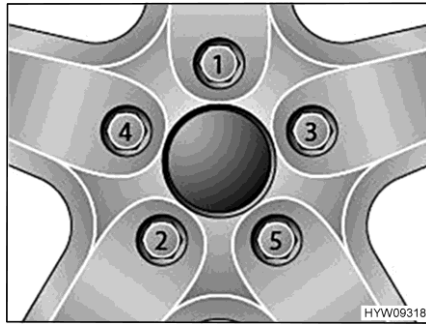

Fig. 105 Apretar las tuercas o los tornillos de las ruedas en forma de cruz
- Apretar las tuercas de rueda o los tornillos de rueda en el orden indicado en Fig. 105. Para ello, usar una llave dinamométrica y cumplir con el par de apriete especificado (véase apartado 14.5).
- Comprobar periódicamente que las tuercas o tornillos de las ruedas estén firmemente apretados. Volver a apretar las tuercas de rueda o los tornillos de rueda de una rueda cambiada después de 50 km. En esto, proceder en el orden indicado en Fig. 105.
- Al utilizar llantas nuevas o recién pintadas, reajustar además las tuercas o tornillos después de 1 000 a 5 000 km aprox. En esto, proceder en el orden indicado en Fig. 105.